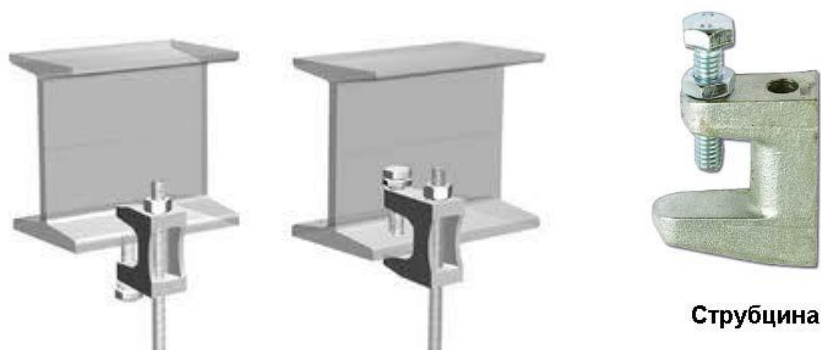

Рисунок 9 Пример крепления шпильки к балкам с помощью струбцины и шпильки М10
5.2.2 Для крепления шпильки к балкам необходимо применять струбцины и шпильки М10 (рис.9).